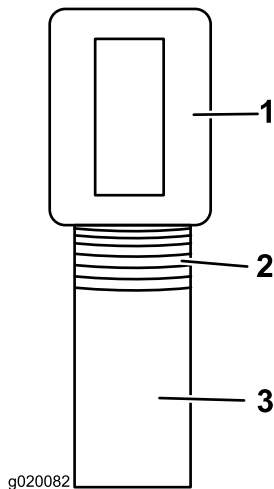

Figure 2
1. Retirez le ruban et le tube du montant supérieur (Figure 2).